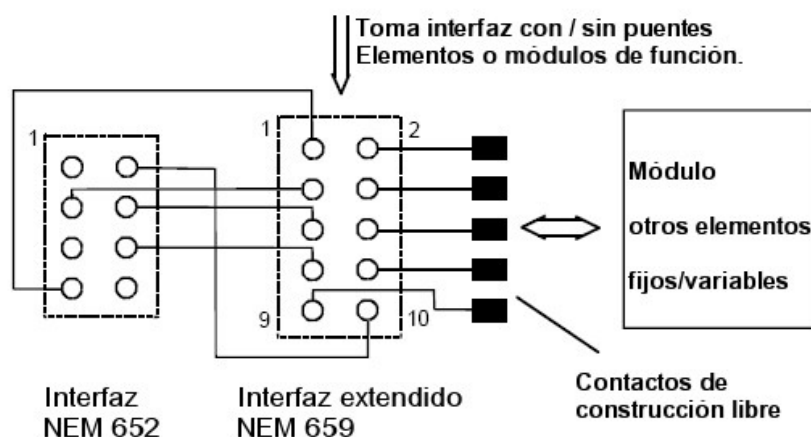

Figura 2: la representación muestra la extensión de un interfaz extendido a 10 polos según la NEM 652 (ver también la tabla 2)
**Tabla 2 – Utilización de los contactos según el ejemplo de la figura 2**